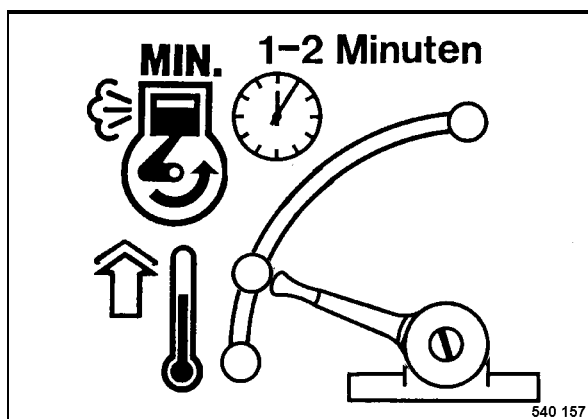

Fig. 20
- Durante breves interrupciones del trabajo siempre hay que colocar la palanca reguladora de revoluciones en posición "MIN" (Fig. 20).